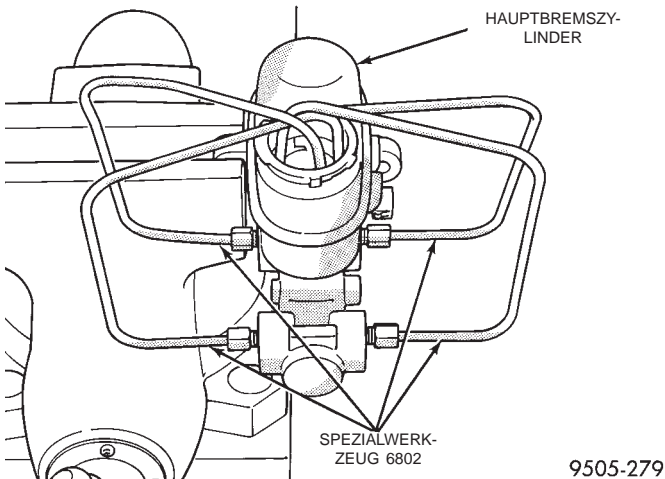

**Abb. 32 Entlüftungsschläuche am Hauptbremszylinder befestigt (Fahrzeuge mit ABS)**
(1) Hauptbremszylinder in einen Schraubstock einspannen und Entlüftungsleitungen, Spezialwerkzeug 6802, an die Auslaßöffnungen des Hauptbremszylinders ansetzen (Abb. 32) oder (Abb. 33). Leitungen so positionieren, daß deren Enden sich bei ordnungsgemäßem Füllstand des Vorratsbehälters unter der Oberfläche der Bremsflüssigkeit befinden.